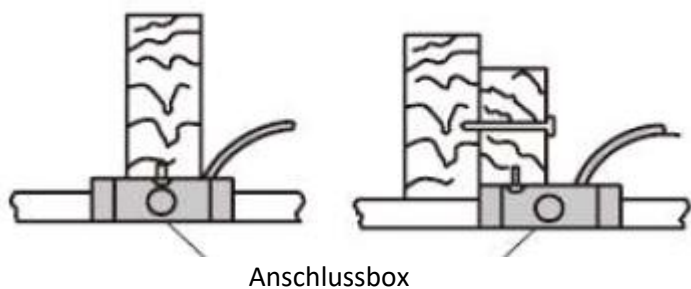

Abb. 1
- Abb. 1, 2 und 3 sind Beispiele für verschiedene Möglichkeiten, die Anschlussbox bei verschiedenen Gegebenheiten anzubringen. Möglicherweise ist eine Aufhängestange erforderlich.